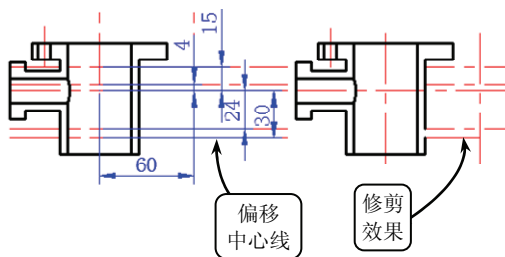

图 3-36 偏移中心线并修剪
⑪ 单击【偏移】按钮, 将水平中心线向上分别偏移 4 和 15, 向下分别偏移 24 和 30, 并将竖直中心线向右偏移 60。然后单击【修剪】按钮, 修剪偏移后的轮廓线和中心线, 效果如图 3-36 所示。